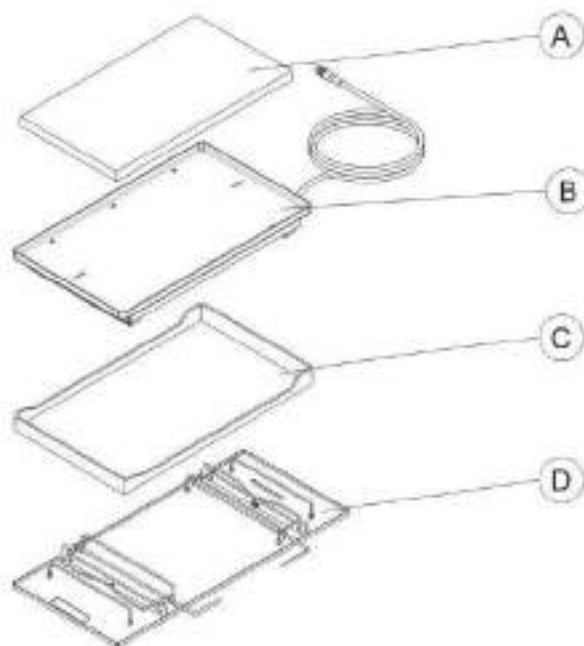

Figura 105 – Instalação da balança
1. O Colchão (A) deve ser colocado sobre a a bandeja da balança (B) que deverá ser colocada sobre a bandeja do leito (C), em seguida posicionar todo o conjunto sobre a plataforma da incubadora (D). Ver figura 105.